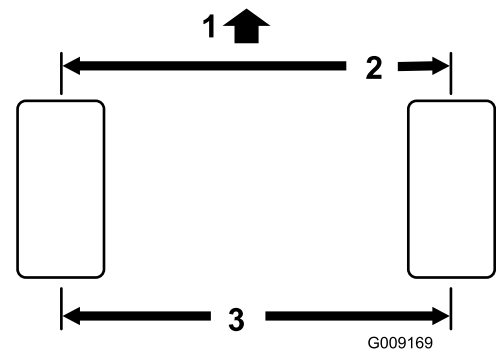

Figure 87
2. Mesurez l'entraxe (à hauteur d'essieu) à l'avant et à l'arrière des roues directrices (**Figure 87**).